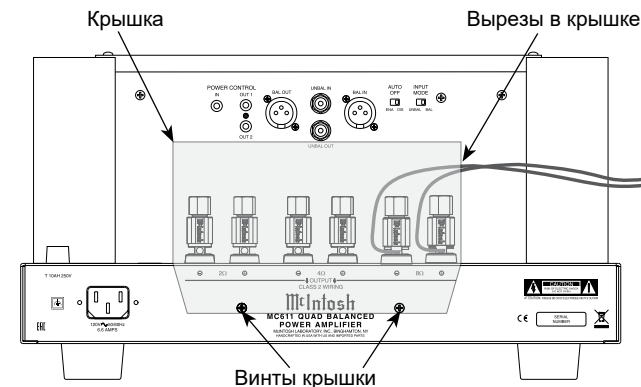

Рисунок 6 (За пределами США и Канады)
13. Найдите внутри коробки защитную крышку для клеммных разъемов. Вставьте подготовленные соединительные кабели в подготовленные прорези с правой стороны. Смотрите рисунок 6.